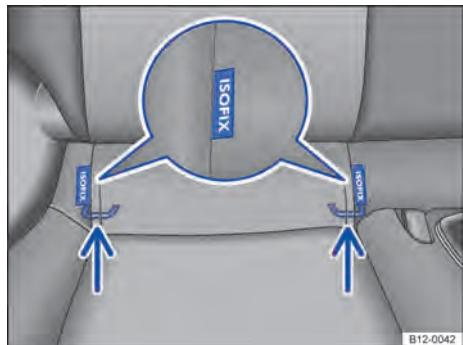

Fig. 36 No banco do veículo: identificação dos pontos de ancoragem inferiores para cadeiras de criança.
Os 2 olhais de retenção para cada cadeira de criança dotado do sistema ISOFIX podem ser acessados através das fendas existentes no revestimento do assento do banco traseiro → Fig. 36.
- Afastar lateralmente o cinto de segurança e encaixar a cadeira de criança nos olhais de retenção → Fig. 36 no sentido das setas. A cadeira de criança deve engatar de forma segura e audível (clique).
- Colocar a cadeira de criança sobre a superfície do banco, afastar lateralmente o cinto de segurança e prender os ganchos dos cintos de fixação nos olhais de retenção → Fig. 36, caso os cintos de fixação sejam fornecidos junto com a cadeira de criança.